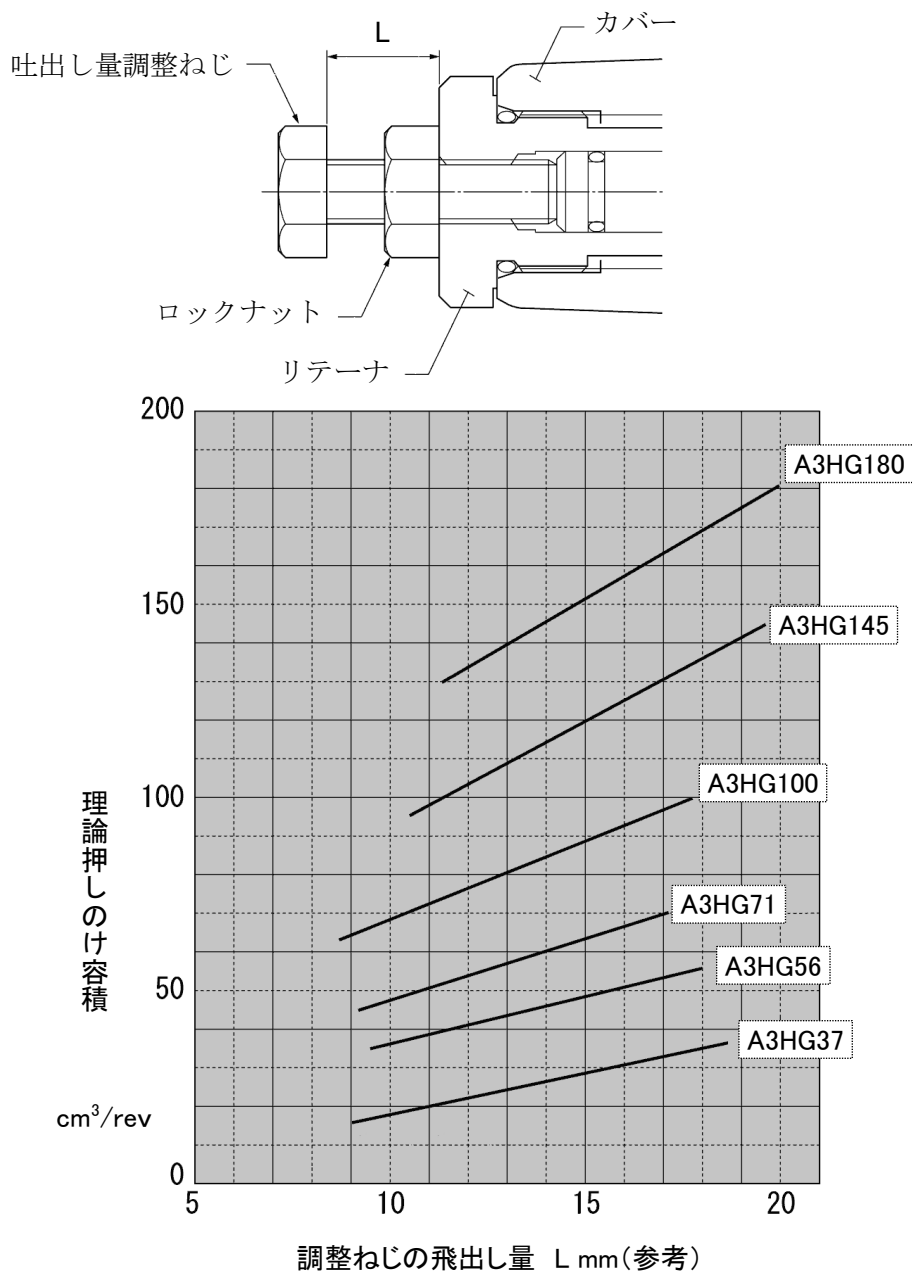

図 12 調整ねじの飛出し量 L と理論押しのけ容積
調整の目安として、図 12 から理論押しのけ容積と調整ねじの飛出し量 (L) との関係を求め、調整してください。